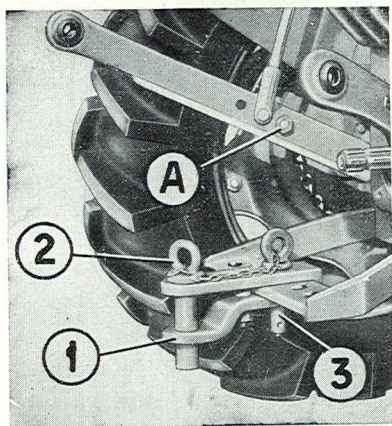

Fig. 8 - GANCIO DI TRAINO (Cat. A)
N.B. - Fra tutti gli attrezzi agricoli l'aratro è il più impiegato ed il più insostituibile. La natura complessa del suo lavoro richiede però la massima cura per la normale regolazione funzionale. L'aratro sarà ben regolato quando in lavoro le due catene risulteranno ugualmente allentate con il portacatene fissato nel foro anteriore alla forcella per tirante (fig. 8).
Per la lavorazione tra le righe (con coltivatori, rincalzatori e trapiantatrici), può essere conveniente tendere quasi completamente le catene (spostando il portacatene del tirante sul foro posteriore alla forcella (fig. 8), allo scopo di evitare che l'articolazione del dispositivo di traino, nel piano laterale, possa consentire il danneggiamento delle piantine e delle righe in genere.